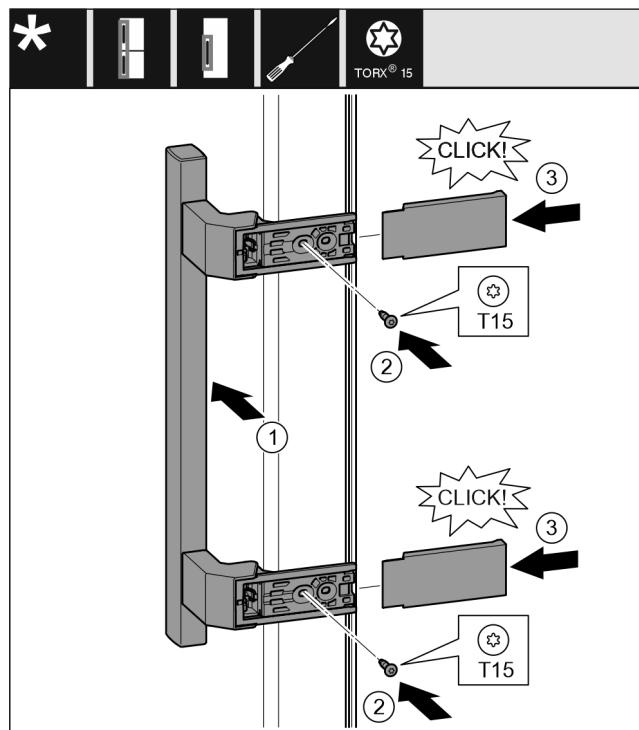

Fig. 14
- Встановіть ручку з протилежного боку. Fig. 14 (1)
- За допомогою викрутки T15 закрутіть гвинти. Fig. 14 (2)
- Встановіть збоку кришки і посуньте їх. Fig. 14 (3)